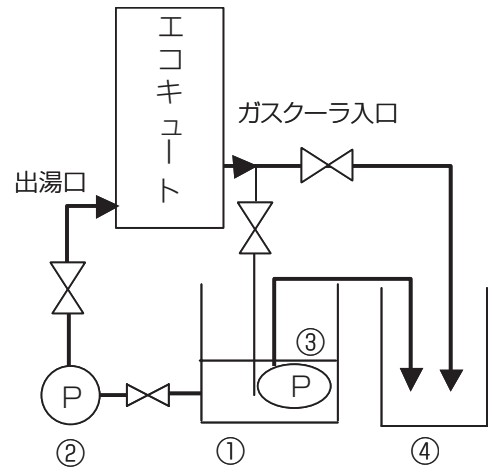

図4:排水回路
**② 洗浄後の水洗 ( 図 4 の回路を使用します )**